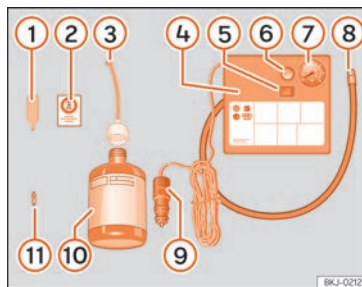

Fig. 200 Representación estándar: contenido del kit antipinchazos.
El kit antipinchazos se encuentra en el compartimento del maletero bajo el revestimiento del suelo. Incluye los siguientes componentes >>> **fig. 200:**
- Desenrosque la caperuza y el obús de la válvula del neumático. Utilice el aparato >>> fig. 200 ① para extraer el obús. Colóquelo en una superficie limpia.
- Agite con fuerza la botella de sellante de neumáticos >>> fig. 200 ⑩.
- Enrosque el tubo de inflado >>> fig. 200 ③ en la botella de sellante. El precinto de la botella se romperá automáticamente.
- Retire el tapón del tubo de llenado >>> fig. 200 ③ y enrosque el extremo abierto del tubo en la válvula del neumático.
- Vuelva a colocar el obús con el aparato >>> fig. 200 ① en la válvula del neumático.
- Enrosque el tubo de inflado del neumático del compresor >>> fig. 200 ⑧ en la válvula del neumático.
- Compruebe que el tornillo de evacuación de aire está cerrado >>> fig. 200 ⑥.
- Acople el conector >>> fig. 200 ⑨ a toma de corriente de 12 voltios del vehículo >>> pág. 190.
- Conecte el compresor de aire con conmutador ON/OFF >>> fig. 200 ⑤.
- Pegue el adhesivo >>> fig. 200 ② en el cuadro de instrumentos, dentro del campo visual del conductor.
Vuelva a enroscar el tubo de inflado >>> fig. 200 ⑧ y compruebe la presión en el manómetro ⑦.